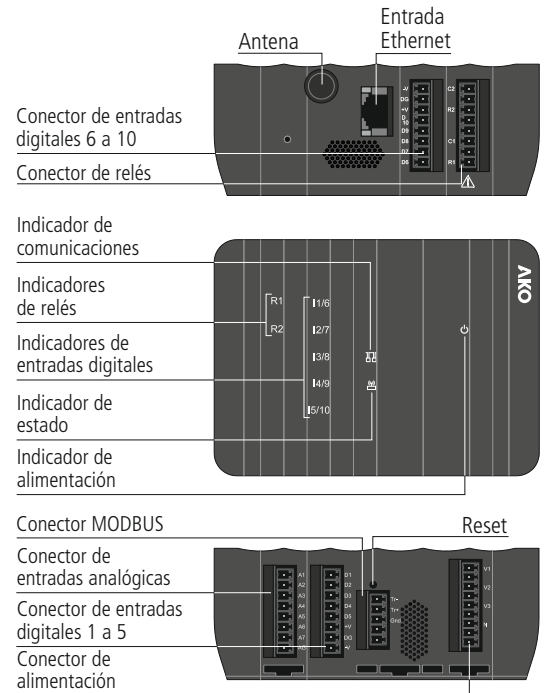

Fig. 1
- Instalar la tarjeta SIM para conectividad GPRS (No incluida)(Fig. 1).